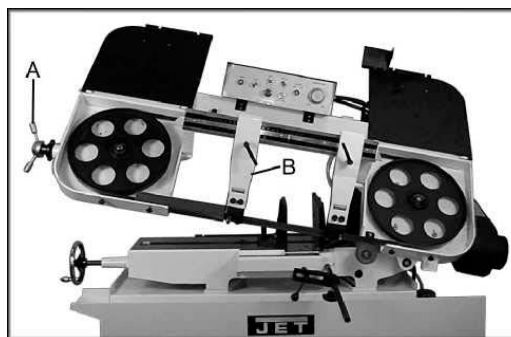

Рис. 9
4. Ослабьте натяжение ремня, вращая маховик регулировки натяжения (А, Рис. 9) против часовой стрелки.
5. Ослабьте стопорную ручку и переместите опору подшипникового узла (В, Рис. 9) на сколько возможно вправо.